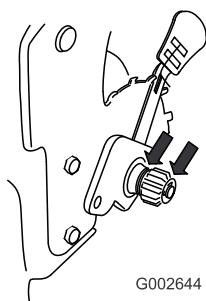

Figure 43
2. Appliquez une couche d'huile de graissage à l'intérieur et à l'extérieur des engrenages, de la manière indiquée (Figure 43).